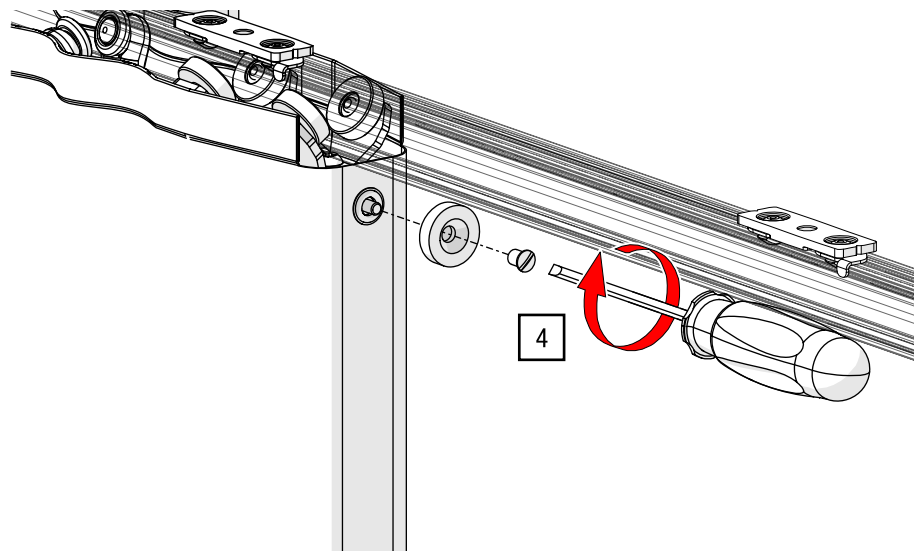

Abb. 118: Zugwagen – Magnetgegenplatte montieren (2/2)
4. Schrauben Sie die Magnetgegenplatte auf der Gegenseite an den Zugwagen ohne Überzugbügel mit einem Schlitzschraubendreher und einem Drehmoment von 11 Nm (siehe Abb. 118).